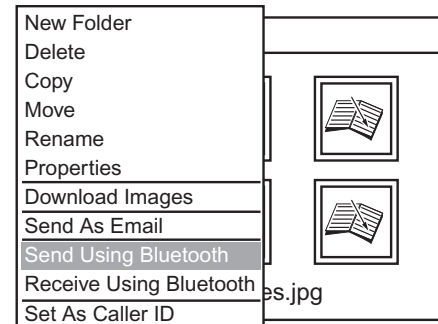

Fig. 13
6. Click Send Using Bluetooth (Fig. 13).